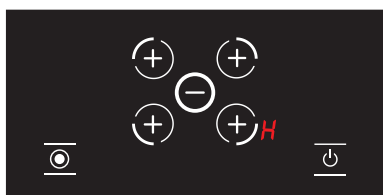

Рисунок 18
4. Если какая-либо конфорка по-прежнему горячая через 20 секунд, пока температура не опустится ниже + 60°C значок **H** будет отображаться на экране. (см. Рисунок 18) Если ни одна из конфорок не горячая, ни один значок не будет отображаться после выключения варочной панели.